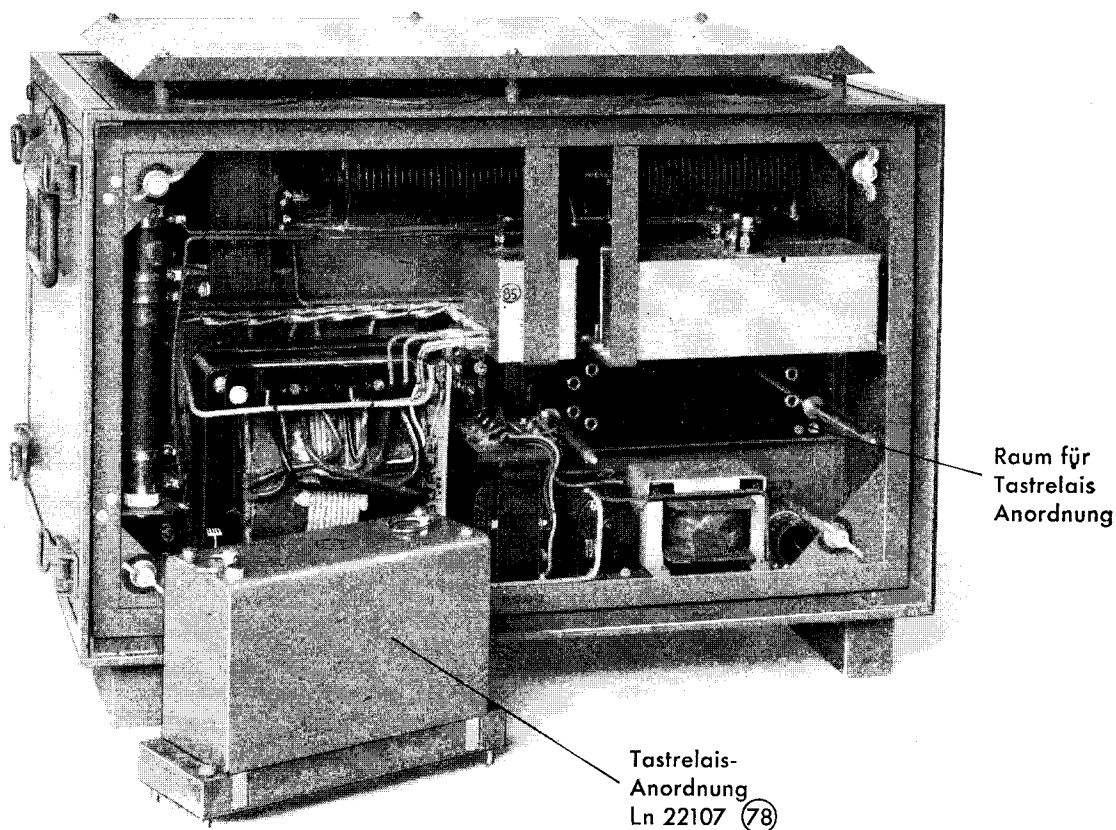

Abb. 9. Rückteil, offen, mit herausgenommener Tastrelais-Anordnung
Die Lastvorrichtung unterbricht den Anodenstrom der Tonröhre (48) im Takt der je nach Betriebsart des EZ-Senders verschiedenen Lastfrequenz automatisch (vgl. hiermit Absatz c) der „Technischen Daten“!). Hierzu dient die Lastrelaisanordnung (78) im Sender-Rückteil (siehe Abb. 9), die aus insgesamt 4 Relais einschl. zugehöriger Dämpfungswicklungen besteht. Die Lastrelais-Anordnung ist steckbar angeordnet und daher leicht auswechselbar. Bei Störungen in der Zeichengebung ist die Ersatz-Lastrelais-Anordnung zu verwenden.